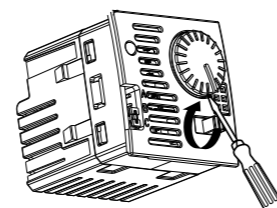

Abb. 2
3. Hebeln Sie mit der Spitze eines Schraubendrehers unter das, wie in Abb. 2 gezeigt, bis es vollständig herausgezogen ist.